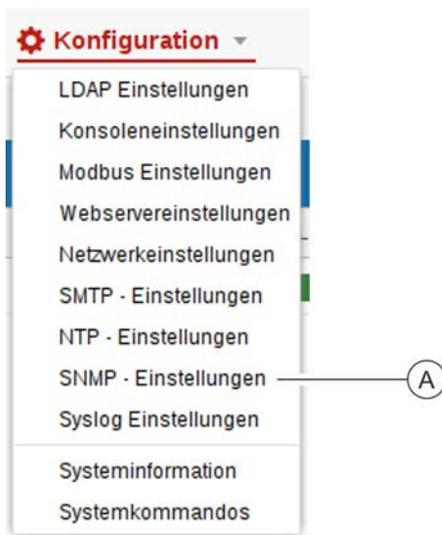

Abb. 232: SNMP-Einstellungen aufrufen
1. ➤ Über „Konfiguration → SNMP - Einstellungen“ die SNMP - Einstellungen aufrufen (Abb. 232/ⓐ).